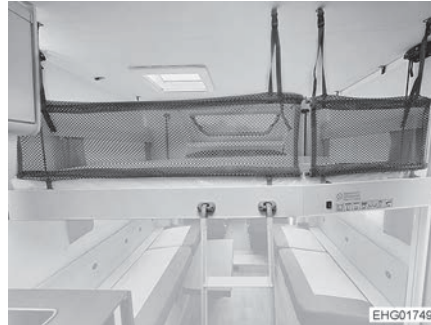

Bild 107 Sicherheitsnetz
- **Einhängen:** Aufstiegsleiter (Bild 107,3) mit beiden Bügeln in die Leiterhalterungen (Bild 107,4) am Hubbett einhängen.
- Die Sicherungsnetze (Bild 107,2) mit den Haltegurten sind unter der Matratze verstaut.
- **Aufspannen:** Haltegurte (Bild 107,1) in die Halterungen an der Decke einrasten lassen.